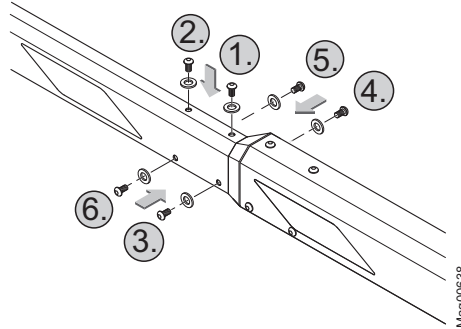

Bild 32: Montera det lilla bomröret
3. Dra fast skruvarna enligt angiven ordningsföljd (se Bild 32).